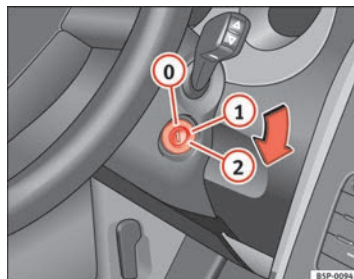

Fig. 137 Posiciones de la llave de contacto
En esta posición ⇒ fig. 137 el encendido y el motor están desconectados pudiéndose bloquear la dirección.
- Gire la llave de contacto hasta la posición ⇒ **página 175, fig. 137 ①**. El testigo  se encenderá en caso de precalentamiento del motor.
- En cuanto se apague el testigo, gire la llave de encendido a la posición **②** para poner en marcha el motor y no pise el acelerador. ►
- Gire la llave de contacto a la posición ⇒ página 175, fig. 137 .